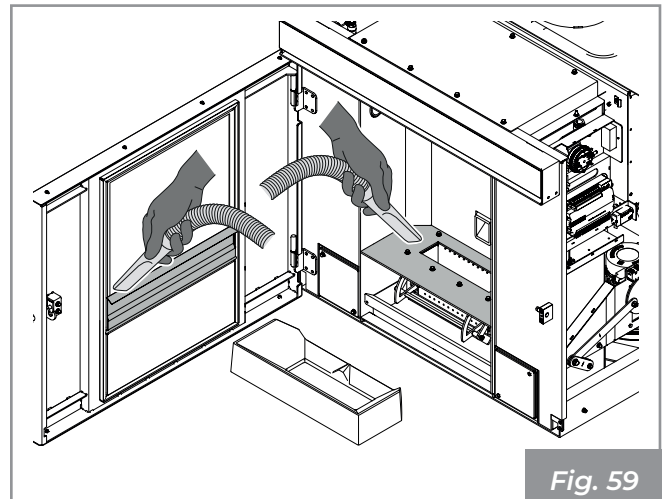

Fig. 59
- Aspirare la cenere residua **Fig. 59**.